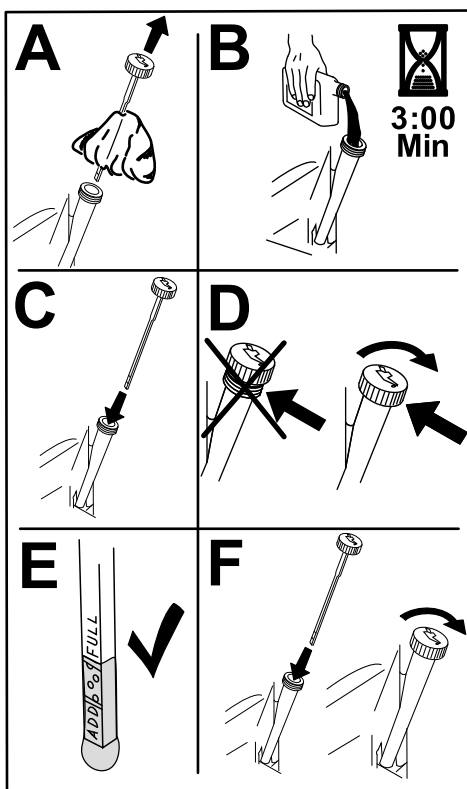

Figure 43
6. Versez lentement environ 80 % de l'huile spécifiée dans le tube de remplissage, puis faites l'appoint lentement pour faire monter le niveau jusqu'au repère maximum (Full) (Figure 43).